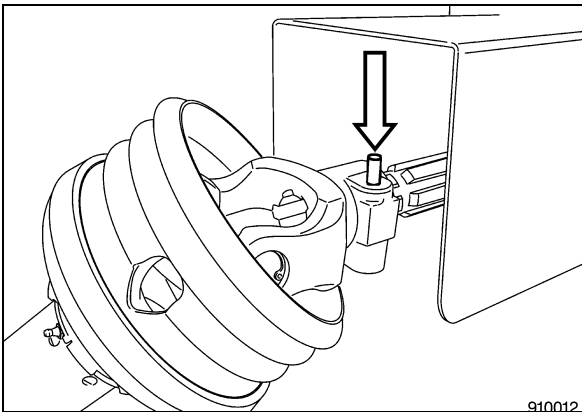

Bild 15
- Schiebepin (Bild 15) drücken und Gelenkwelle bis zum Einrasten des Schiebepins auf die Zapfwelle aufstecken.